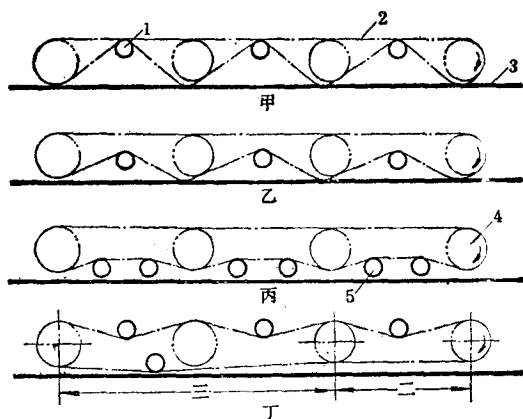

图1-2 导条辊传动链条安装示意
(1) 链条过长，15牙链条压紧轮不起作用。压紧轮稍上抬，即造成上、下排链条相互碰撞摩擦(图1-2甲)；压紧轮压松一些，则链条下垂，与护罩底面摩擦(图1-2乙)，产生异响，护罩底面严重磨损。
①将原每组间1只15牙链条压紧轮，重新改 装 成两只12牙链条压紧轮，安装位置如图1-2丙，以增加压紧链轮的调节范围，还有利于维修拆装。
②重新改变链条的传动形式，原传动形式一般采用每两根导条辊配一组环链条，我们称它二、二式，缺点是导条辊多后，前后导条辊传动有先后，使起动时张力不匀。重新改组可配成：6根导条辊改为三、四式，5根导条辊改为三、三式，4根导条辊改为二、三式（图1-2丁）^①。这样，既节省链条，又可使导条辊起动时接近同步运转。